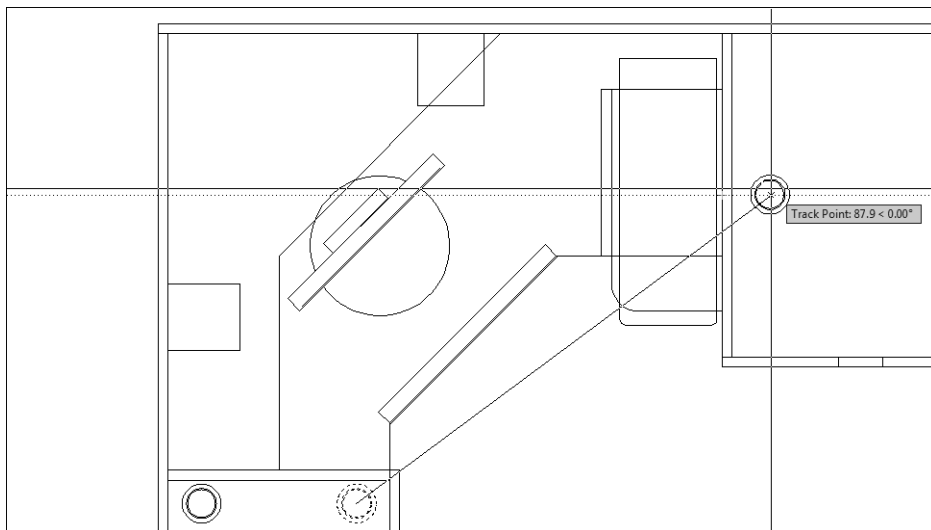

Рис. 5.34. Задание направления смещения от базовой точки в режиме временного отслеживания объектной привязки
7. После включения режима временного отслеживания объектной привязки переместите указатель-перекрестие вправо, как показано на рис. 5.34, и введите в командном окне значение смещения от базовой точки, равное 60 мм (см. рис. 5.27).